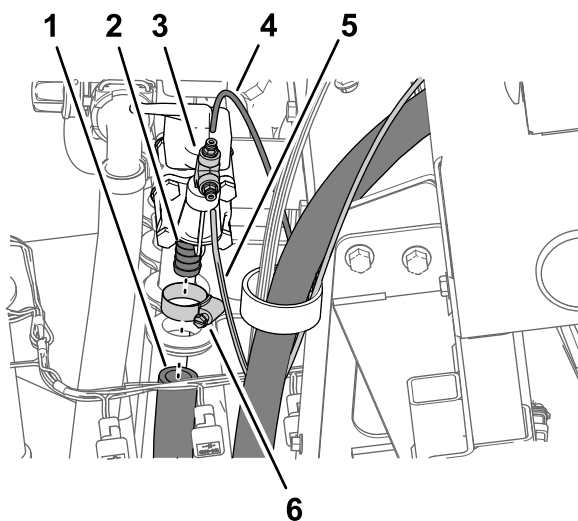

Bild 21
1. Entfernen Sie am rechten Ende des Druckregelventils die Schlauchklemme, mit der der Zulaufschlauch am gezahnten Anschlussstück des Regelventils befestigt ist, und nehmen Sie den Schlauch vom Anschlussstück ab (Bild 21).
Druckmessschlauch für das Druckmanometer der Schlauchtrommel (Bild 21).
4. Entfernen Sie das T-Anschlussstück und die Schlauchkupplungen vom 90°-Krümmer am Ende des Druckregelventils (Bild 21).
2. Drücken Sie den arretierenden Stelling für die Schlauchkupplung hinein und entfernen Sie den Druckmessschlauch für das Druckmanometer im Armaturenbrett der Maschine (Bild 21).